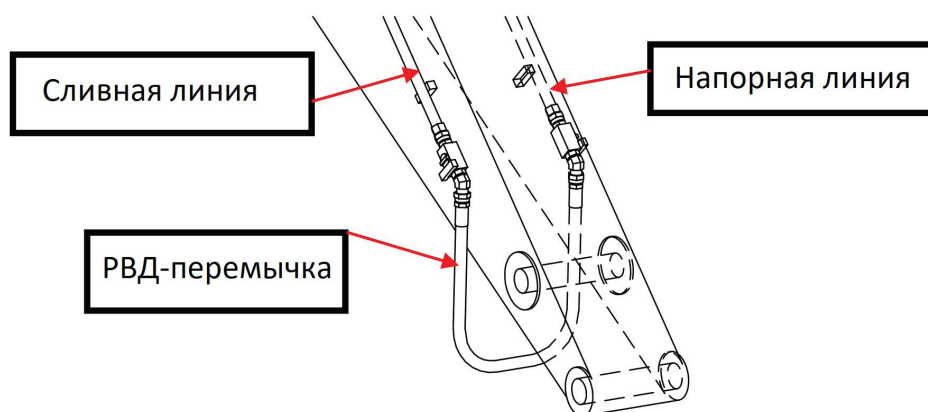

Рис. 4. Промывка трубопроводов при первичном подключении.
**5.1.2** При первичном подключении (или после длительного перерыва) произвести промывку трубопроводов линии навесного оборудования экскаватора путем соединения напорного и сливного портов с помощью короткого РВД (Рис. 4) с последующей подачей гидравлической жидкости на протяжении не менее 5 минут, после чего рекомендуется проверить фильтр (сливной) гидросистемы, и, в случае необходимости, заменить его.